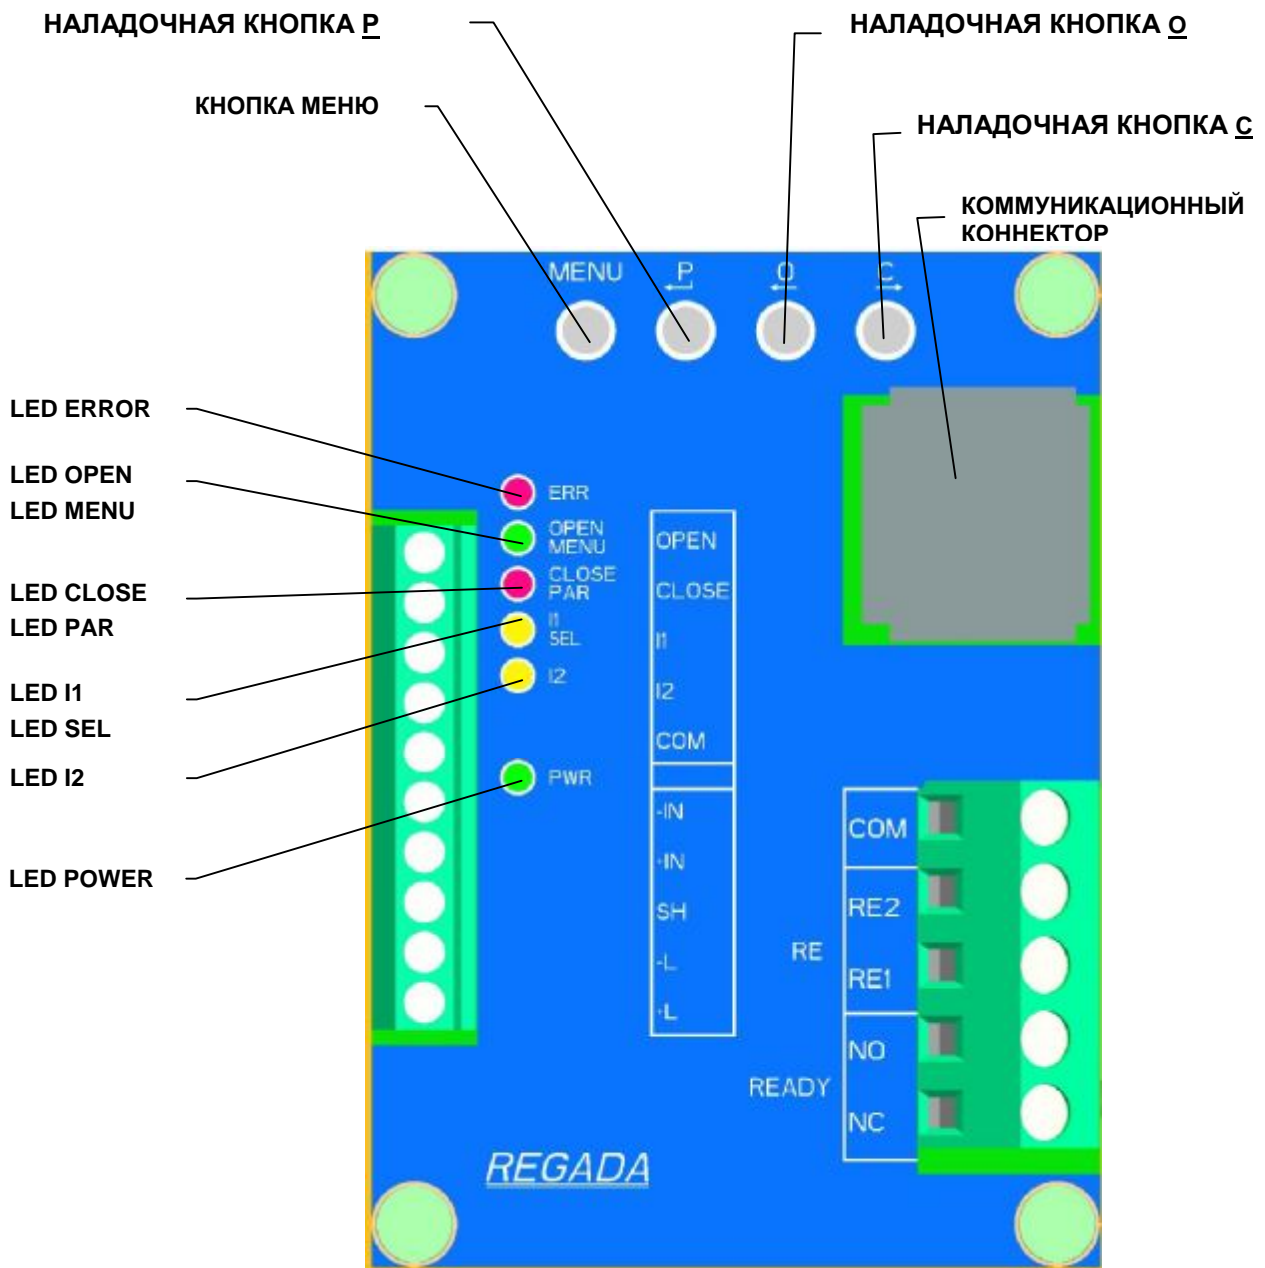

Рис. 6
Установка осуществляется на механически и электрически присоединенном ЭП. Данная глава описывает настройку ЭП на параметры, которые заказчику позволяет программная оснастка. Размещение элементов настройки доски управления указано на Рис.6.
- через кнопки блока управления (**Рис.6**)
- 6 сигнальными диодами (LED диоды) по **Рис. 6.**